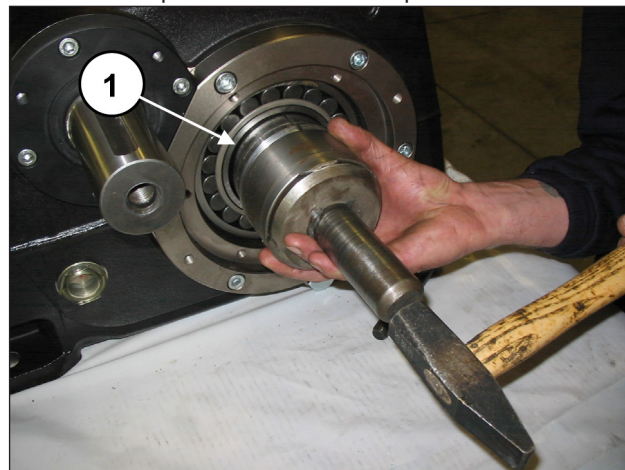
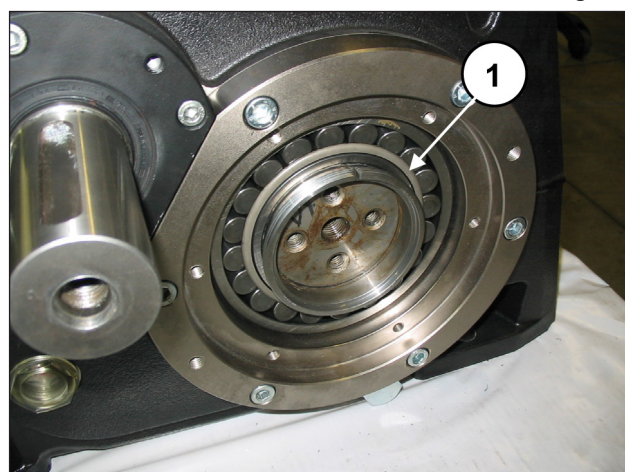

Fig. 76
Fig. 77
Insira completamente a bússola de pressão no eixo de manivela (pos. ①, Fig. 76 e Fig. 77), mediante o uso de um mecanismo de percussão e de uma tampa.